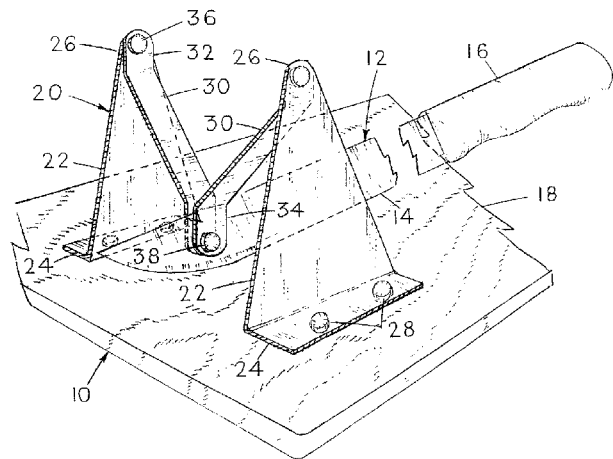

Рис.2
**Мощный нож** описан в патенте США 2002/0112587 (2002 г.). Конструкция, показанная на рис.2, имеет цель усилить давление, создаваемое лезвием ножа. Для этого нож 12, имеющий лезвие 14 и рукоятку 16, закрепляется с помощью поворотного устройства 20 на разделочной доске 18. Поворотное устройство 20 включа-